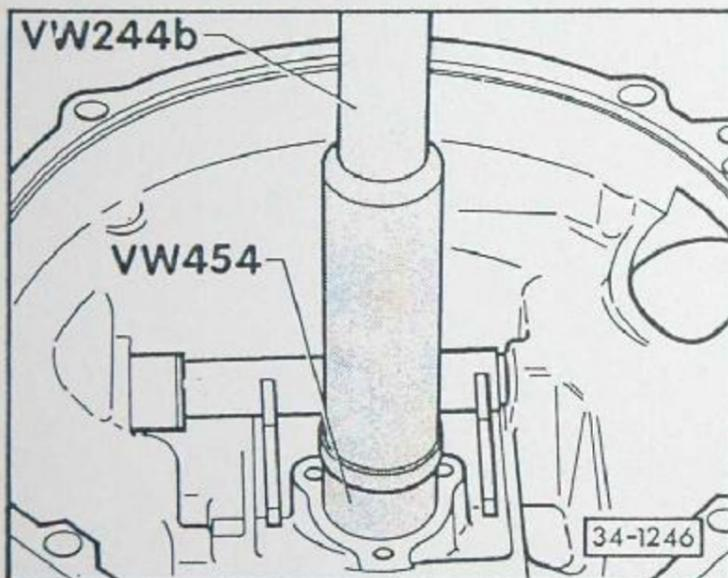

Fig. 2 Bague-joint d'arbre primaire: emmanchement
- Emmancher – fig. 2
- Reposer – fig. 2